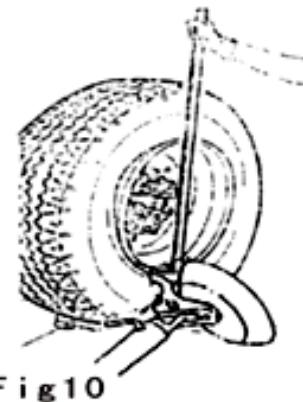

Fig 10
(1) Установите инструментальную консоль (9) в нерабочее положение. Переведите ее к внешней плоскости колеса и убедитесь в правильном положении монтажного пальца. В противном случае нажмите регулятор положения (14), поверните инструмент на  $180^{\circ}$ , опустите его и зацепите за опору.
(2) Отрегулируйте взаимное положение монтажного пальца (13) и шины, установите монтажный палец (13) между шиной и ободом. Вставьте монтажный палец (13) под борт шины и зацепите борт.
(3) Опустите борт, чтобы избежать его соскальзывания с инструмента.
(4) Переведите монтажный палец к внешнему краю обода. (5) Установите монтировку под монтажный палец между краем шины и бортом. (6) Нажмите на монтировку и удерживая ее нажатой опустите колесо до тех пор, пока край обода не окажется на расстоянии 5 мм от монтажного пальца (рис. 10).